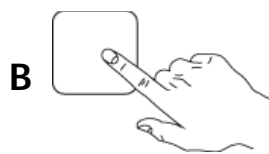

Fig.15
- 4- Sélectionner le cycle de lavage en appuyant le bouton "B". (Fig.15)